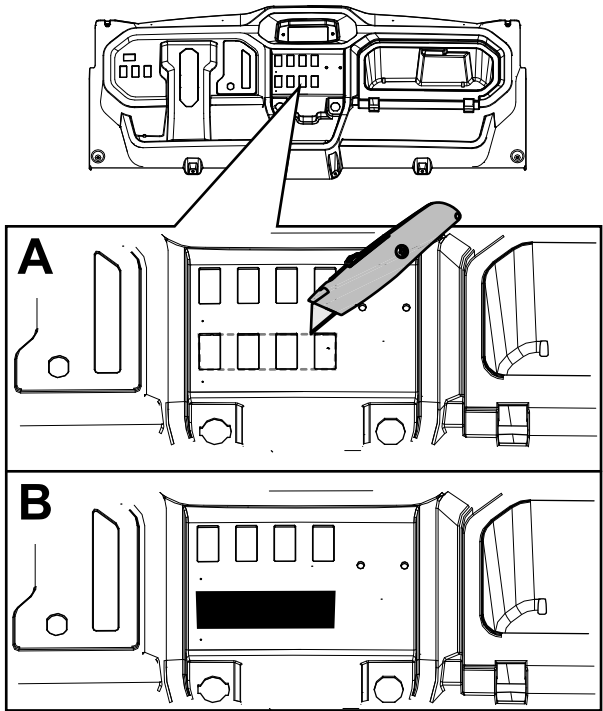

Figure 3
- Retirez les 4 caches d'interrupteur sur le tableau de bord et découpez le matériau entre les découpes des interrupteurs (Figure 3).